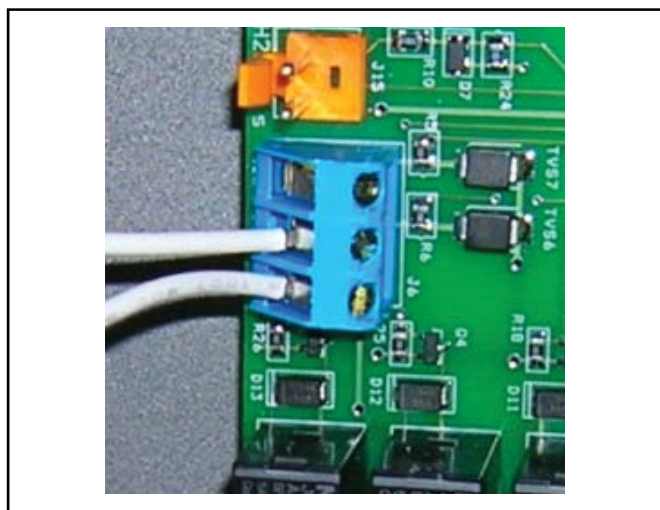

Figure 12b. Connexion à AquaLink® RS ou TSTAT à distance (Connexion à 2 fils)
- Connecter le câblage depuis le système de commande de la piscine et du spa jusqu'à la borne de la télécommande de la thermopompe (Voir Figure 12b).